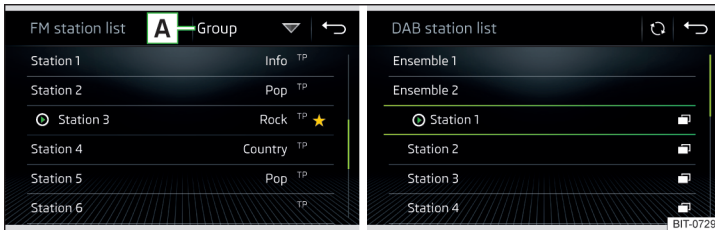

Abb. 135 Beispiel der Liste verfügbarer FM/DAB-Sender
- Zur **Sortierung** (FM) der Sender in alphabetischer Reihenfolge, laut Gruppe oder Genre, die Funktionsfläche **A** » Abb. 135 antippen » **!**.
- Zur **Filterung** der Sender nach dem Programmtyp (bspw. Kultur, Musik, Sport u. Ä.) in der FM-Senderliste (bei eingeschalteter RDS-Funktion) und der DAB-Senderliste (bei gewählter alphabetischer Sortierung der Senderliste) die Funktionsfläche **A** » Abb. 135 antippen.
Im Rundfunkbereich **AM** und **DAB** erfolgt die Aktualisierung manuell durch Antippen der Funktionsfläche ↻ » Abb. 135.